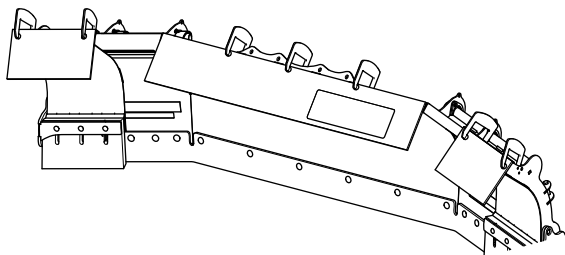

Figura 11
- Fije la sección de banda larga al borde superior de la pala del quitanieves (Figura 11).
- Fije las secciones de banda cortas al borde superior de las aletas del quitanieves (Figura 11).